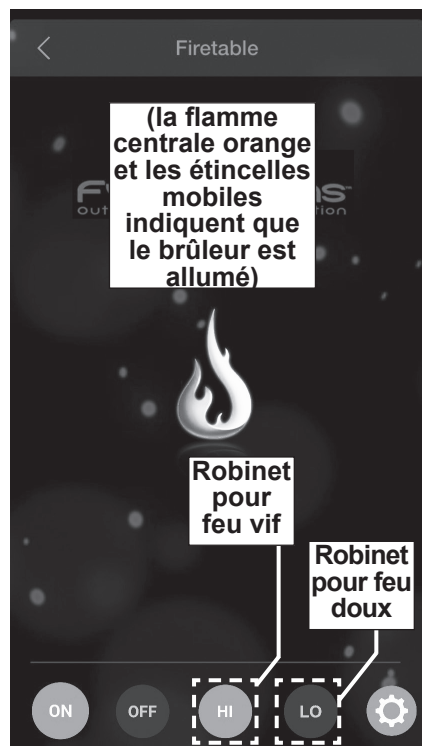

Fig. 38-1 Opération à distance:
1. Localisez le bouton **POWER** sur le panneau de commande et appuyez dessus (voir Fig. 38-1). Le voyant s'allumera pour indiquer que le système est activé et prêt.
2. Depuis l'application, accédez à l'écran Appareils et sélectionnez votre appareil. L'écran à distance apparaîtra. Voir Fig. 38-1.
3. Appuyez sur l'icône **ON** située en bas à gauche de l'écran de votre télécommande (voir Fig. 38-1).
La hauteur de la flamme peut être ajustée via l'application à distance. Appuyez sur le bouton **H (élevé)** pour augmenter la hauteur de la flamme. Appuyez sur le bouton **L (bas)** pour diminuer la hauteur de la flamme. Voir Fig. 38-1.
Pour éteindre le graveur (le système restera allumé), appuyez sur l'icône **OFF** située en bas à gauche de l'écran de votre télécommande. L'écran n'affichera plus la flamme centrale orange et les étincelles en mouvement. Voir Fig. 38-1. Le voyant du bouton **AUX CONTROL** s'éteindra également.
Pour éteindre le brûleur et le système (arrêt total), ou si l'application à distance n'est pas disponible, appuyez sur le bouton **POWER** du panneau de commande. Voir Fig. 38-1. Les voyants des boutons **POWER** et **AUX CONTROL** s'éteignent. (Éteignez complètement lorsque vous couvrez ou lorsque vous ne l'utilisez pas.)